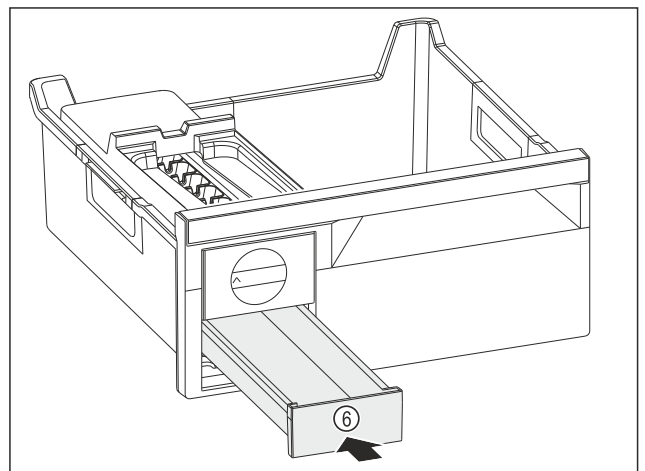

Fig. 96
- ▶ Umetnite Fig. 96 (6) pretinac za kockice leda.